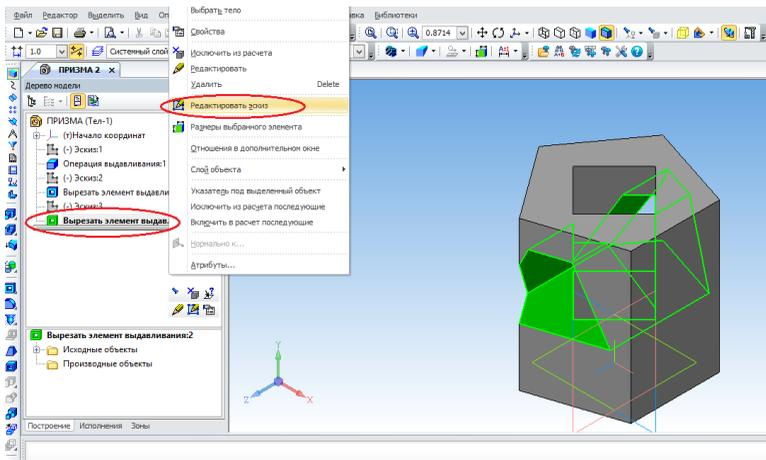

Рис. 28.
2. Операцию вырезания отверстия в виде призмы изменим аналогично. В Дереве модели выделим **Редактировать**  и система перейдет в режим **Эскиз** (рис. 28).